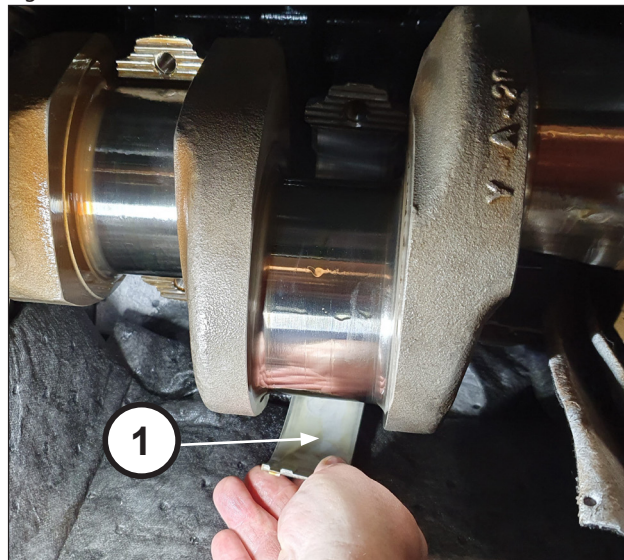

Fig. 33
Sfilare i tre semicuscinetti superiori delle semibielle (pos. ①, Fig. 33).